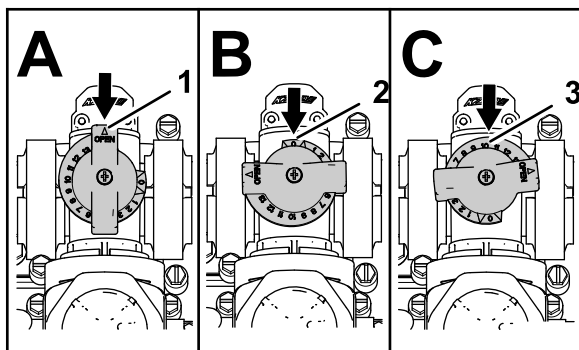

Рисунок 33
- Перепускной клапан перемешивания находится в полностью открытом положении, как показано на Рисунок 33А.
- Перепускной клапан перемешивания находится в закрытом (0) положении, как показано на Рисунок 33В.
- Перепускной клапан перемешивания находится в промежуточном положении (отрегулированном в соответствии с показаниями манометра системы опрыскивателя), как показано на Рисунок 33С.